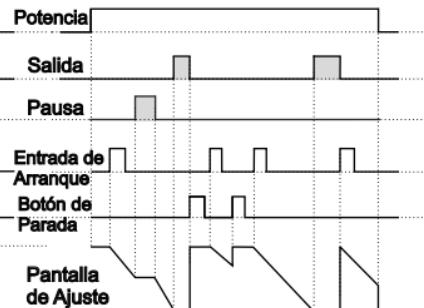

Figura 2.2
2.2.2 Si Conteo Descendente ***DEct*** = 1 y ***outF*** es ***0FF***, el diagrama de control se muestra la figura 2.2.